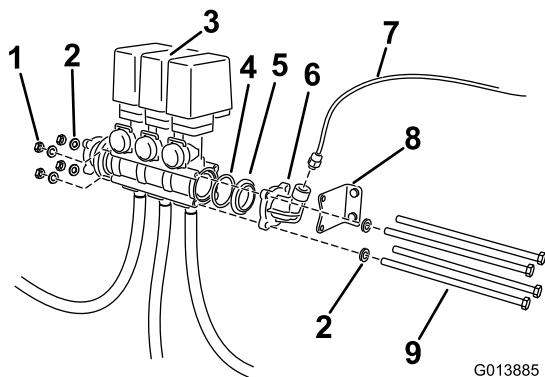

图4
2. 旋松紧固阀门总成（图4）的长螺栓和紧固件。卸下并留好所有紧固件。将阀门总成移至右侧。
3. 卸下弯头适配器和垫片（图4）。找到固定在现有阀体底部的 O 形圈。留好所有零件。从现有阀门总成上卸下支架。